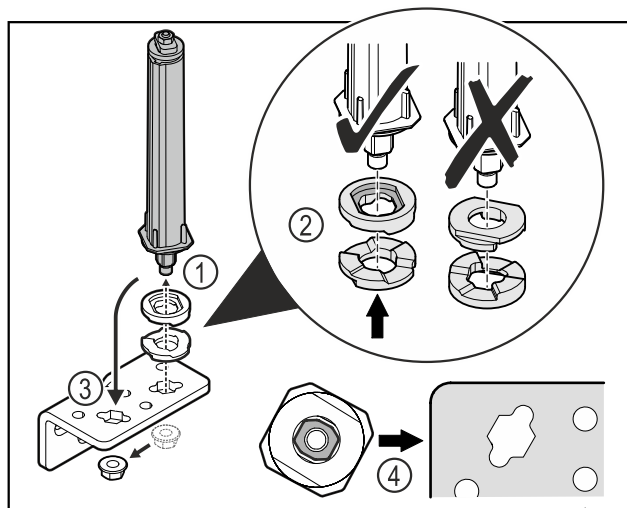

Fig. 33
- Svitare il dado e rimuovere il sistema di chiusura della porta Fig. 33 (1).
- Assicurarsi che le rondelle per la regolazione dell'altezza siano rivolte nel verso giusto Fig. 33 (2).
- Spostare il sistema di chiusura della porta nella cerniera angolare e fissarlo con il dado Fig. 33 (3).
- Durante l'inserimento del sistema di chiusura della porta assicurarsi che sia rivolto nel verso giusto Fig. 33 (4).